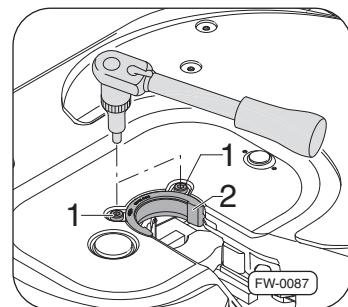

Fig. 28 · Remplacer la bague d'usure
1. Retirer les vis (2x) ⇒ Fig. 28, –pos. 1– et les mettre au rebut.
2. Retirer la bague d'usure –pos. 2– par une rotation de 90°.